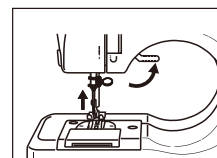

Abb.7
2. Heben Sie den Anpressfußheber an und legen Sie das zu nähende Tuch über den Anpressfuß (Abb. 7).